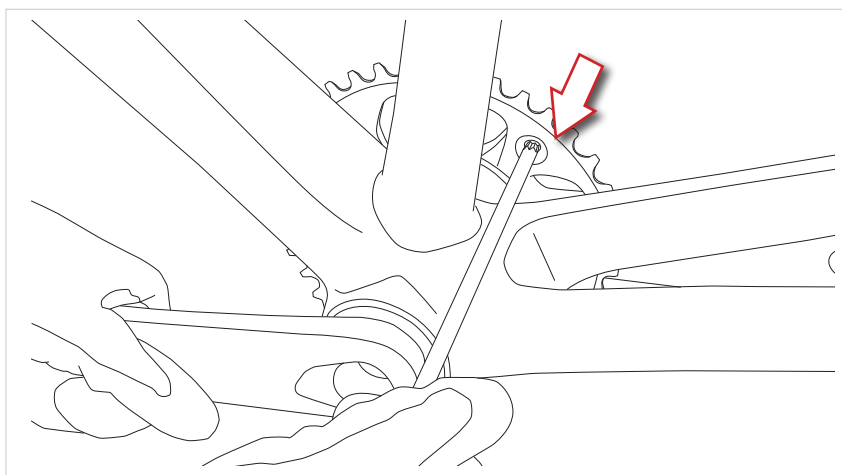

Fig.3
- Agendo dal lato interno della Vostra bicicletta, svitate le quattro viti dell'ingranaggio con una chiave Torx 30 (Fig.3).